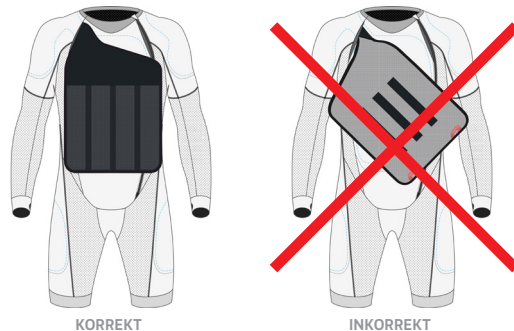

Abbildung 13
Beim Einsetzen der Airbags für den Brustbereich (5) muss sorgfältig darauf geachtet werden, dass der schmalere Abschnitt, der über die rechte Schulter verläuft, nicht verdreht wird. Die Blockierung des Kanals kann das korrekte Entfalten und damit die Schutzfunktion des Airbags (5) im Brustbereich beeinträchtigen (Abbildung 13).